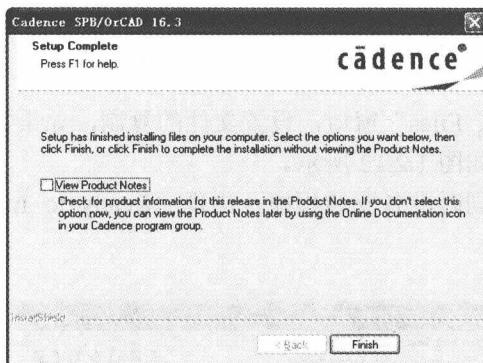

图 1.2.16 “Setup Complete”窗口
(12) 安装完成后，出现“Setup Complete”窗口，提示已完成软件的安装，请根据需要勾选“View Product Notes”选项，单击“Finish”按钮，如图 1.2.16 所示。